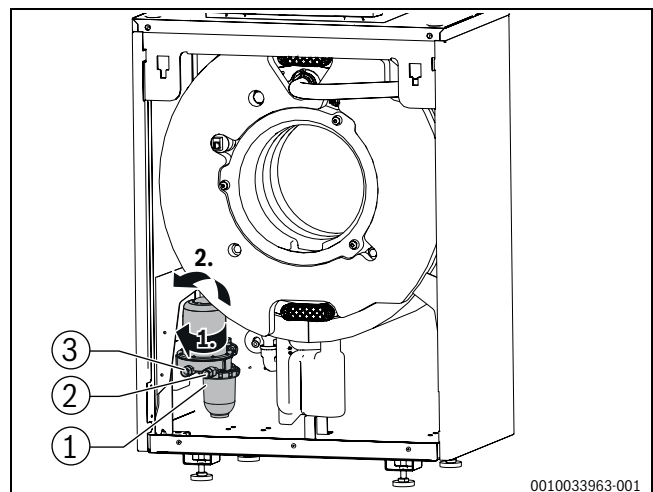

Bild 10 Ölfilter demontieren
- ▶ Ölfilter (→Bild 10, [1]) leicht nach vorne drehen; analog Schritt 1.